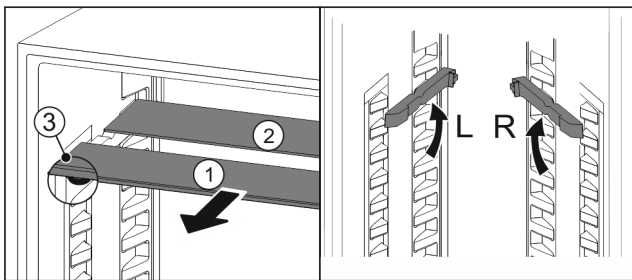

Fig. 82
- Glasplaten afzonderlijk vanaf de voorkant eruit trekken Fig. 82 (1).
- ▷ Glasplaat Fig. 82 (1) met sierlijst ligt voor.
- ▷ Stops Fig. 82 (3) zijn naar onder gericht.